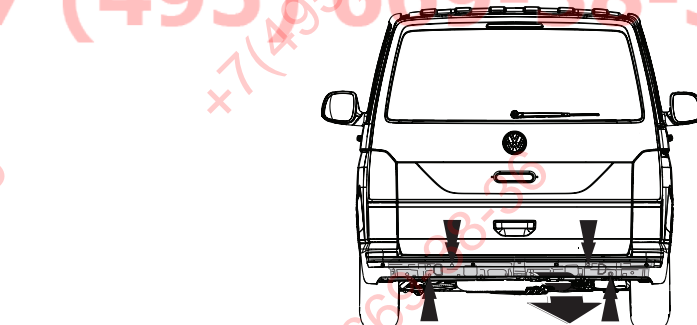

Fig. 1
1. Снять бампер. (на рис. 1)
2. Снять арматуру бампера. (на рис. 1)